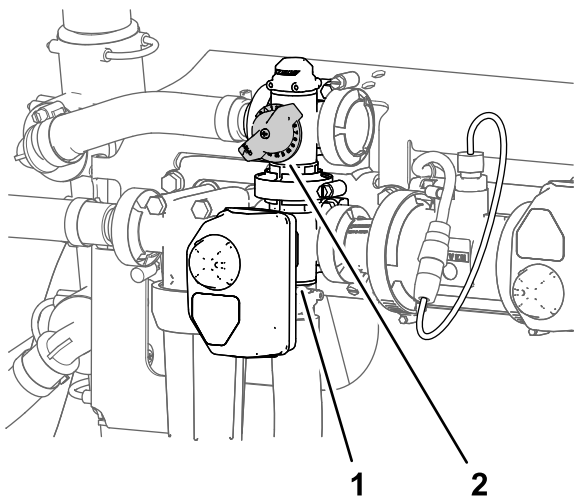

图 41
10. 调整搅拌阀背面的搅拌旁通阀图 41 直至压力表上打药机系统压力读数为 6.89bar。